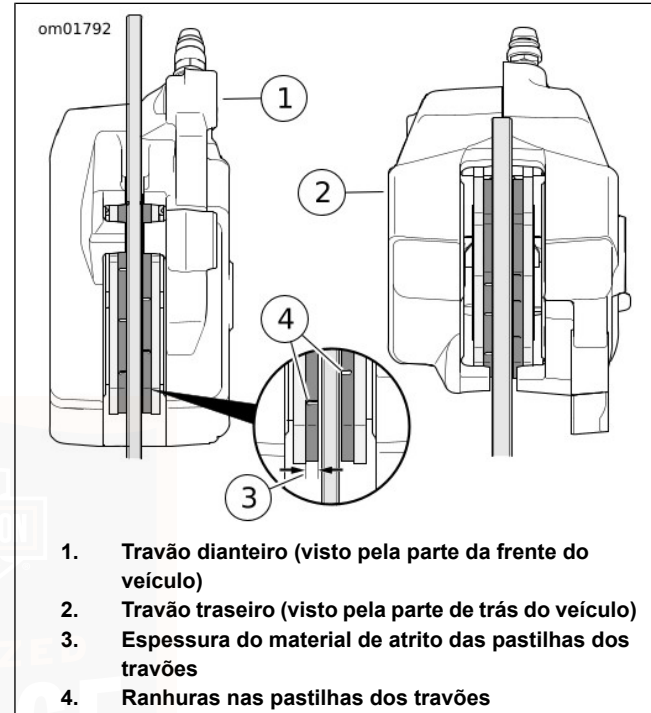

Figura 69. Material de fricção do travão
1. Ver Figura 69. Verificar o disco de travão quando este rodar. O disco deverá operar em alinhamento com a pinça.